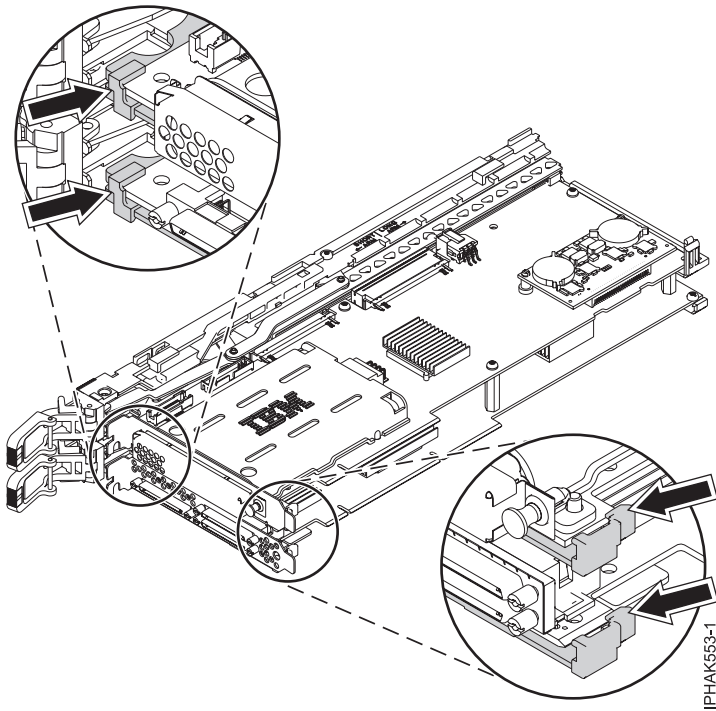

Figure 52. Installation de la carte double largeur dans le bloc-cassette.
- a. Insérez la partie supérieure de la contre-poupée de la carte double largeur dans les encoches du bloc-cassette, puis fixez la partie inférieure de la contre-poupée de la carte double largeur au bloc-cassette. Voir figure 52, à la page 68.